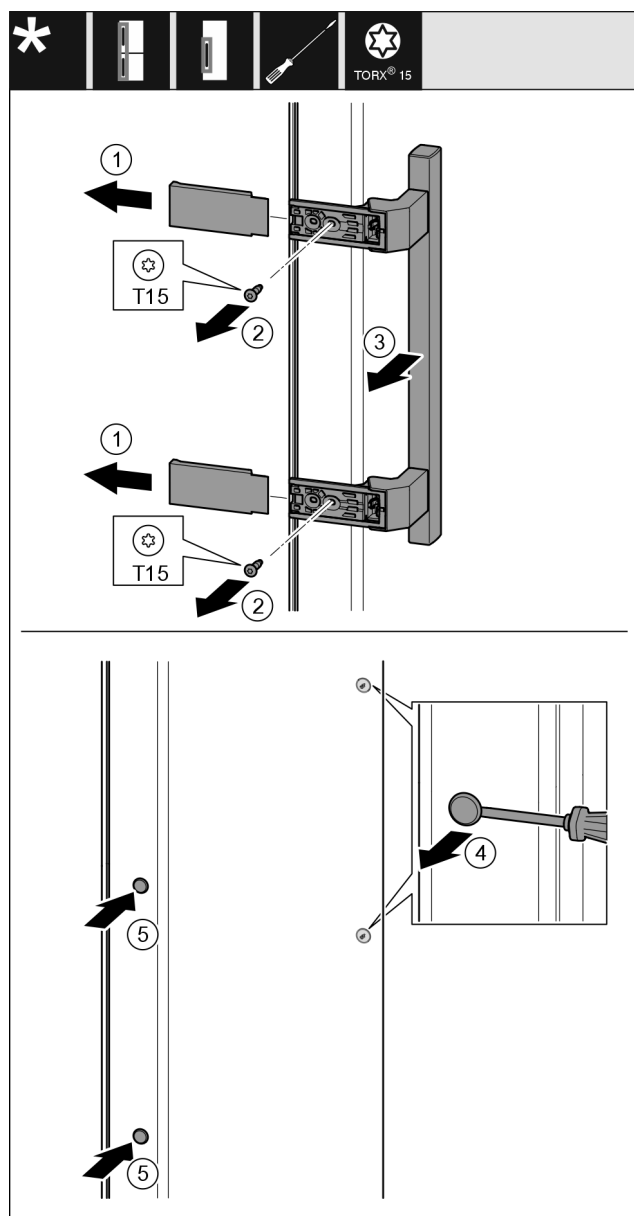

Fig. 42
- Retirer le cache Fig. 42 (1).
- Retirer les vis Fig. 42 (2) avec un tournevis.
- Retirer la poignée Fig. 42 (3).
- Soulever et retirer avec précaution le cache latéral Fig. 42 (4) avec un tournevis plat.
- Replacer le cache Fig. 42 (5) de l'autre côté.